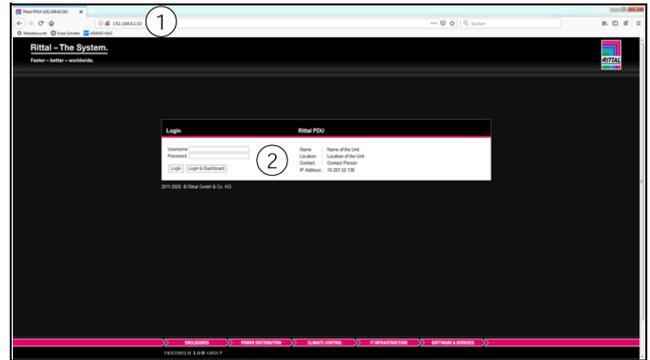

Abb. 35: Anmeldedialog zur Anmeldung am Gerät
- Geben Sie im Browser die angezeigte IP-Adresse ein. Im Beispiel `http://10.201.52.138` (vgl. Abb. 35, Pos. 1). Es wird der Anmeldedialog zur Anmeldung am Gerät angezeigt.
- Melden Sie sich als Benutzer „admin“ mit dem Kennwort „admin“ an (vgl. Abb. 35, Pos. 2)
- Geben Sie im Browser die Adresse **http://192.168.0.200** ein (Abb. 35, Pos. 1). Es wird der Anmeldedialog zur Anmeldung am Gerät angezeigt.
- Melden Sie sich als Benutzer **admin** mit dem Kennwort **admin** an (Abb. 35, Pos. 2).